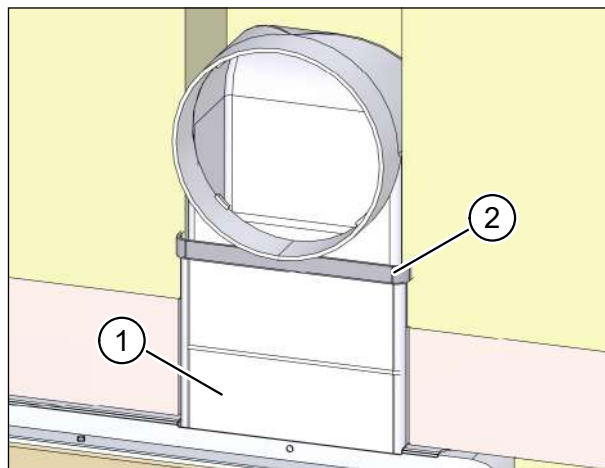

Fig. 56: Fissaggio degli allacciamenti del canale piatto con nastro sigillante
- ▶ Inserire un pezzo sagomato, p. es. la connessione per canale piatto M-WRG-FK-V, n° art. 200114 (pos. 1 nella Fig. 56), nell'apertura della cassetta a muro.
- ▶ Inserire il primo pezzo parziale del canale piatto nel pezzo sagomato, p. es. la connessione per canale piatto M-WRG-FK-V, n° art. 200114, sulla cassetta a muro e sigillare il punto di giunzione con nastro sigillante (pos. 2 nella Fig. 56).